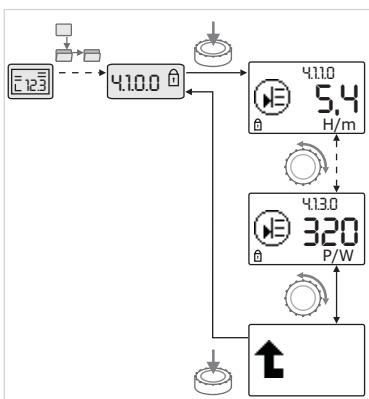

Fig. 40: Solicitar informaciones
- Girando el botón rojo, diríjase a los elemetos de menú del tipo “Información” del submenú actual (ver Fig. 40). Para una explicación de las configuraciones representadas por símbolos, ver la tabla en el capítulo 8.7 “Referencia elementos de menú” en la página 173.